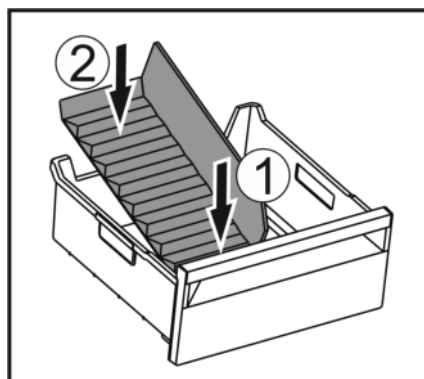

Fig. 132
- ▶ Vorderen Teil des Eisfach-Trenners einsetzen. Fig. 132 (1)
- ▶ Hinteren Teil des Eisfach-Trenners bis zum Schubfachboden absenken. Fig. 132 (2)